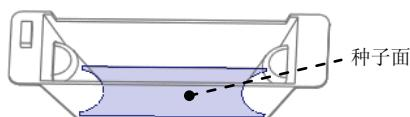

图 12.34 定义种子面
(1) 采用“种子面与边界面”的方法选取所需要的曲面。在屏幕右下方的“智能选取栏”中选择“几何”选项。
(2) 选择 **视图** 功能选项卡 **模型显示** ▾ 区域中的“显示样式”按钮 ，按下 线框按钮，将模型的显示状态切换到实线线框显示方式。
(3) 选取图 12.34 所示的参考模型内表面为“种子面”。